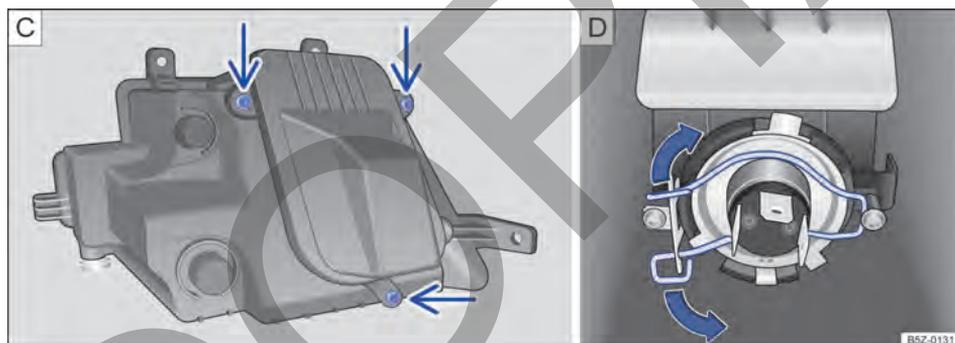

Fig. 187 En el paragolpes delantero: **C** retirar los tornillos de la cubierta de la bombilla y **D** la bombilla del farol de neblina.
6. Retirar los tornillos indicados por las flechas → fig. 187 **C**, para acceder a la bombilla del farol de neblina.
8. Comprimir el resorte de bloqueo en el sentido de la flecha → fig. 187 **D**) y moverlo para desbloquear la bombilla.